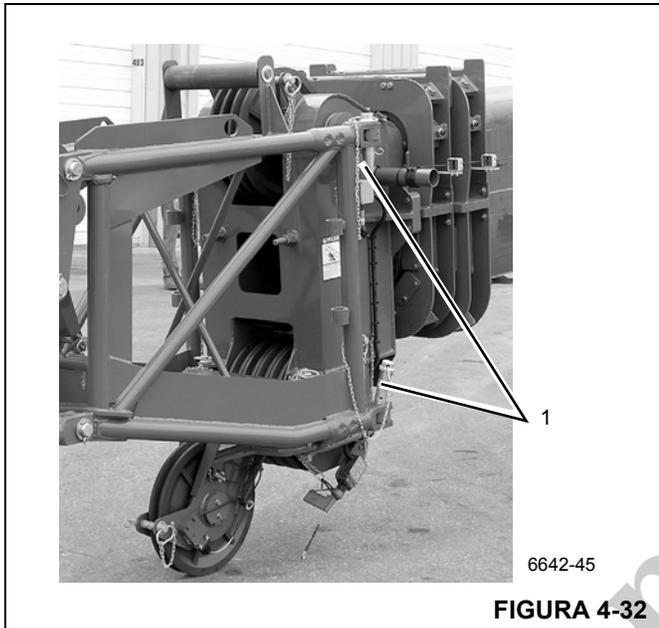

FIGURA 4-32
- Continúe bajando con cuidado hasta que los puntos de conexión (1) (Figura 4-32) se alineen o hasta que la carga se haya retirado de los pasadores.